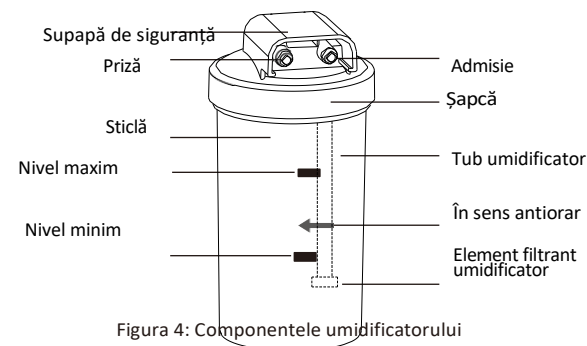

Figura 4: Componentele umidificatorului
- Deșurubați sticla din umidificator în sens invers acelor de ceasornic. Umpleți sticla cu apă pură (sau apă distilată) până la nivelul cuprins între MAXIM și MINIM. Nu umpleți sticla umidificatorului peste nivelul MAXIM. (Figura 4)